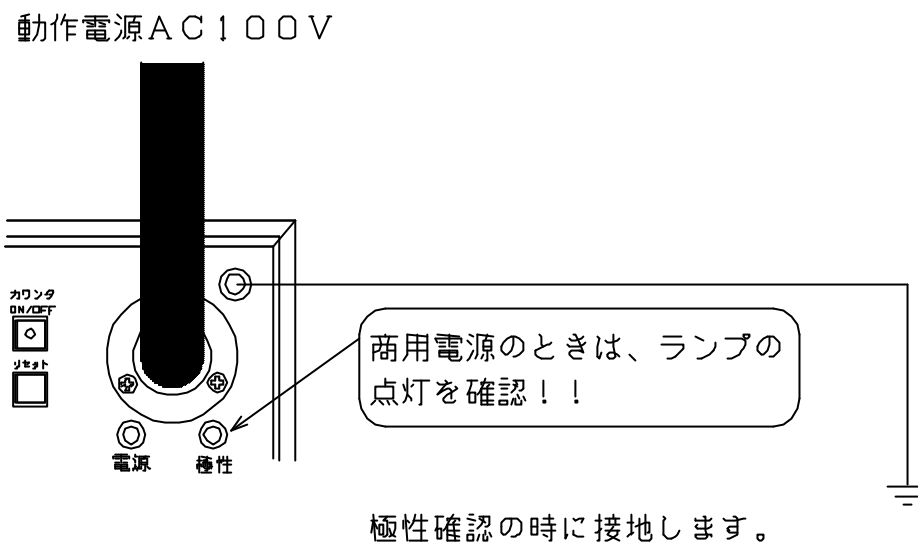

図3：電源の極性確認方法
4. 試験装置の電源スイッチが“OFF”になっていることを確認し、電源コネクタに試験用電源(AC100V)を入力します。商用電源を使用する場合は、接地端子を接地し、極性ランプが点灯する方向へ電源プラグの向きを合わせて下さい。(図3)